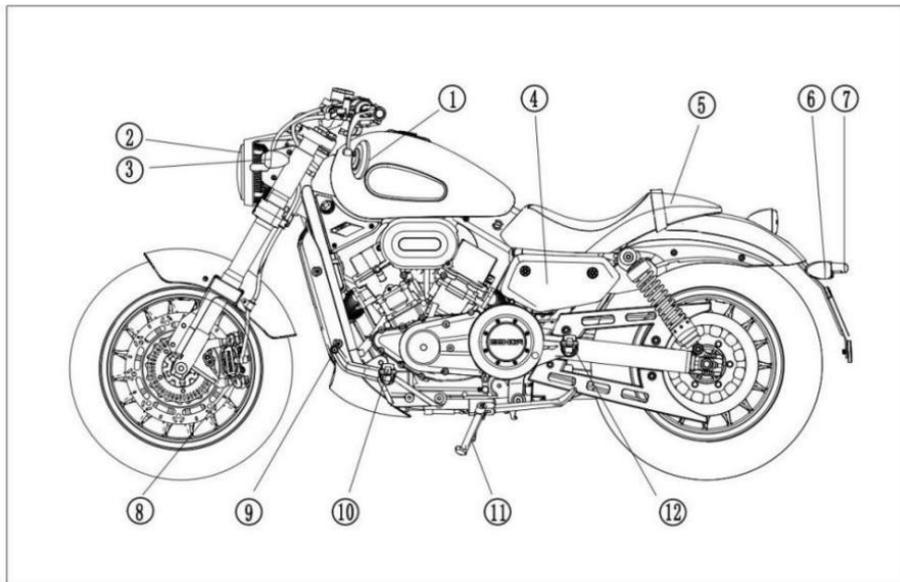

Fig.1
1. (Fig.1)
- ① Espejo retrovisor izq
- ② Faro delantero
- ③ Luz intermitente delantera izquierda
- ④ Batería
- ⑤ Sillín
- ⑥ Matrícula trasera
- ⑦ Luz intermitente trasera izquierda
- ⑧ Pinza de frenos delantera
- ⑨ Palanca de cambios
- ⑩ Pedal delantero izquierdo